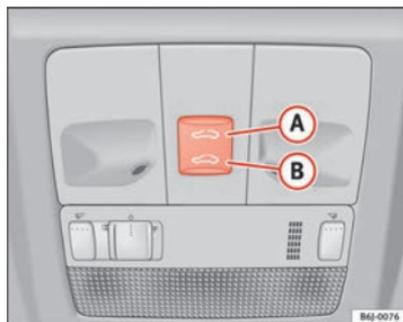

Fig. 52 Toit ouvrant / déflecteur
- Appuyez et maintenez le bouton **(B)** ⇒ fig. 52 ⇒  $\Delta$  appuyé, le toit se referme alors jusqu'à ce que le bouton soit relâché.